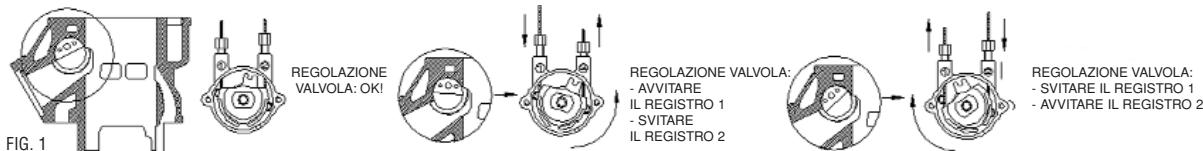

FIG. 1
**MONTAGGIO CILINDRO E SUOI COMPONENTI:** prima di fissare il cilindro ai carter, montare i 5 prigionieri M8x52 per il fissaggio della testa al cilindro, dalla parte del filetto più corto e i prigionieri M8x33 per il fissaggio dello scarico. Lubrificare con olio per miscela l'interno del cilindro e fissarlo al carter motore serrando i dadi (13) con chiave dinamometrica a 28 Nm. (Per alcuni modelli i prigionieri cilindro (14) sono più alti, utilizzare pertanto gli spessori forniti nel kit). Inserire nella testa Athena (1) il termostato O.E.M. con relativo o-ring e guarnizione. Montare sulla cupola (19) l'o-ring e inserirla nella testa. Montare la guarnizione Athena (2), verificando che il foro centrale della stessa sia concentrica al foro cilindro. Montare quindi la testa Athena (1) e serrare i dadi forniti (15) in modo incrociato e graduale con chiave dinamometrica a 22 Nm.
- riutilizzare la boccola supporto valvola (6) - Attenzione: la boccola del cilindro a cod. originale 2RL, non può essere montata nel kit Athena, si deve, pertanto, acquistare la boccola originale 31K-1131U-00 -
- montare il nuovo o-ring Athena (11)
- inserire il nuovo paraolio Athena (12);
- montare il tappo supporto valvola Athena (7) con il nuovo o-ring Athena (11);
**REGOLAZIONE VALVOLA:** fissare al cilindro il coperchio puleggia (5) con i registri e collegare i relativi cavi di trasmissione anteriore (16) e posteriore (17) della valvola alla puleggia (4), bloccandola con apposita vite (18). Eseguire il CHECK-UP azionando la chiave di accensione in modo tale che la valvola compia un movimento rotatorio e si posizioni alla massima apertura della luce di scarico. Nel caso in cui la valvola, al termine del CHECK-UP, non sia perfettamente allineata con la luce di scarico, si dovrà agire sui registri per allinearla allo scarico (vedi fig.1). Fare attenzione che la tensione dei cavi di trasmissione non dovrà essere né eccessiva né formare dei laschi, per evitare che la valvola si blocchi o non completi correttamente il proprio movimento, compromettendo le prestazioni.